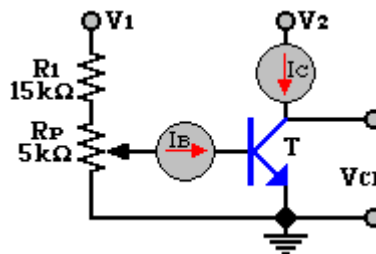

Figura 7.2
1. Arme el circuito de la figura 7.2, no conecte aún las fuentes.